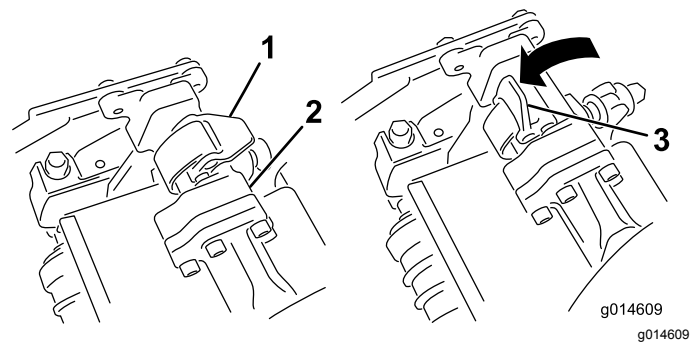
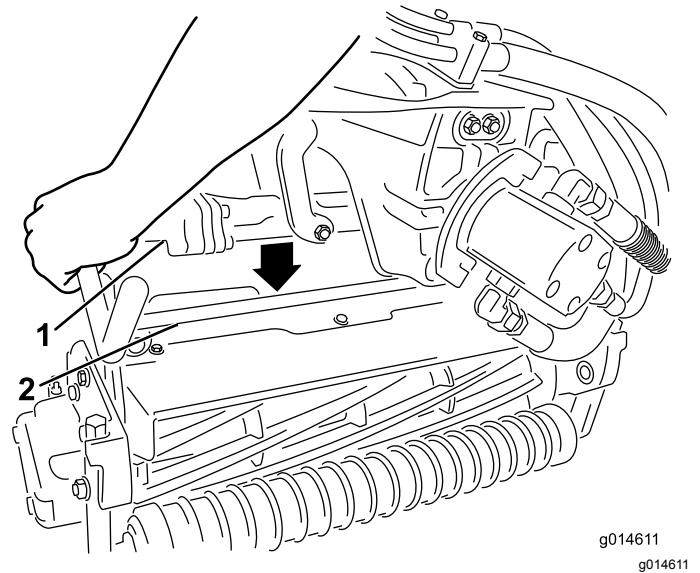

Bild 36
Bild 37
5. Drücken Sie die Riegel nach unten um die Schneideinheitstange herum und arretieren sie (Bild 36).
4. Die Riegel an der Aufhängearmstange müssen nach oben zeigen (d. h. offen) (Bild 36); drücken Sie den Aufhängearm dann so nach unten, dass die Stange über die Stange an der Oberseite der Schneideinheit passt (Bild 37).
5. Öffnen Sie die Riegel an der Aufhängearmstange der Schneideinheit, die Sie entfernen möchten (Bild 36).